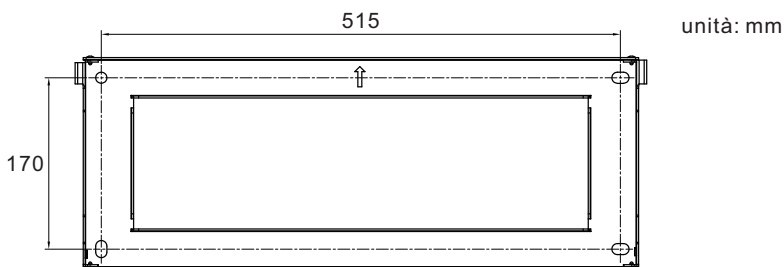
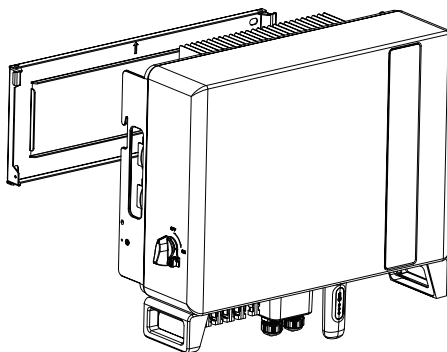

Figura 4.3 Montaggio a parete dell'inverter
Figura 4.4 Staffa di montaggio a parete.
Una volta individuata la posizione adatta in base alle considerazioni esposte nella Sezione 4.1, fare riferimento alla Figura 4.3 e alla Figura 4.4 per montare la staffa a parete. L'inverter deve essere montato in verticale.
2. Sollevare l'inverter (facendo attenzione a non sforzare il corpo) e allineare la staffa posteriore dell'inverter con la sezione convessa della staffa di montaggio. Appendere l'inverter alla staffa di montaggio e accertarsi che sia ben saldo (vedere Figura 4.4).